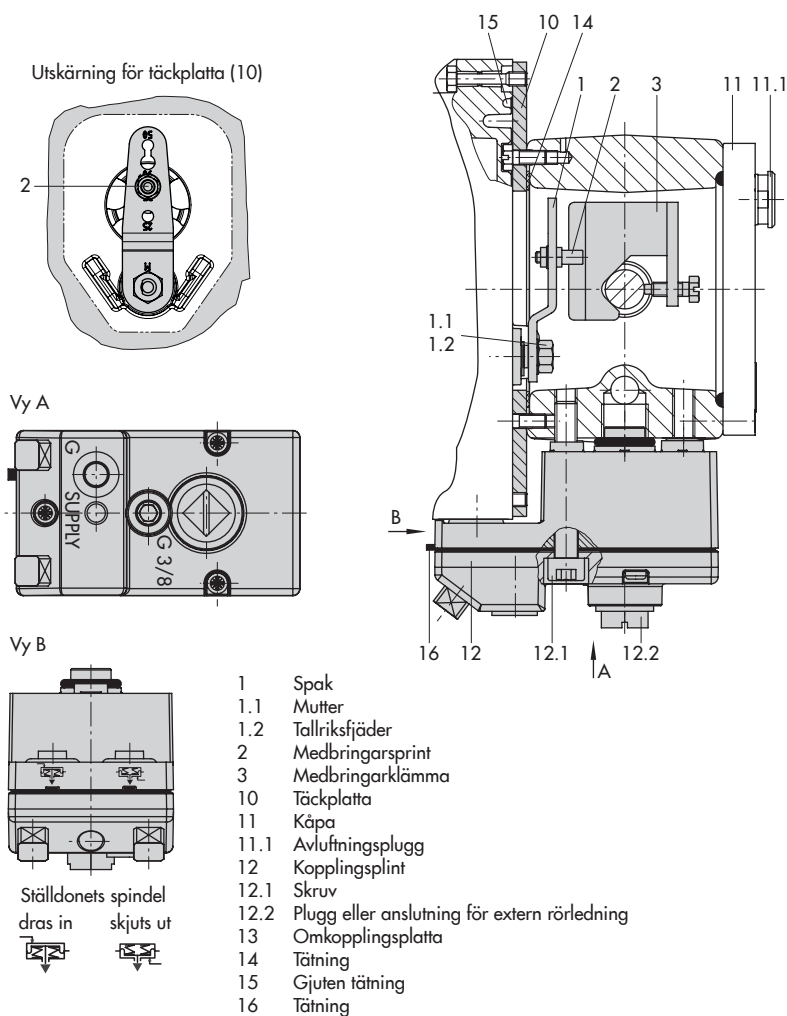

Fig. 5-9: Direktfäste – Signaltryckanslutning för ställdon typ 3277 med 175 till 750 cm²
➔ Ställdon med 175 till 750 cm² (Fig. 5-9)
2. Placera medbringarklämman (3) på ställdonets spindel, rikta in den och skruva åt så att monteringskruven är placerad i spåret på ställdonets spindel.
3. Montera täckplåten (10) med den smala sidan av urtaget (Fig. 5-9, till vänster) vänd mot signaltryckanslutningen. Se till att packningen (14) pekar mot ställdonets ok.
4. Kontrollera sprintpositionen för medbringarsprinten (2) på M-spaken (1). Se slagtabeller för typ av fastsättning. Ändra sprintens position vid behov (se 5.4).
5. Sätt in den gjutna tätningen (15) i spåret på lägesställarhuset.